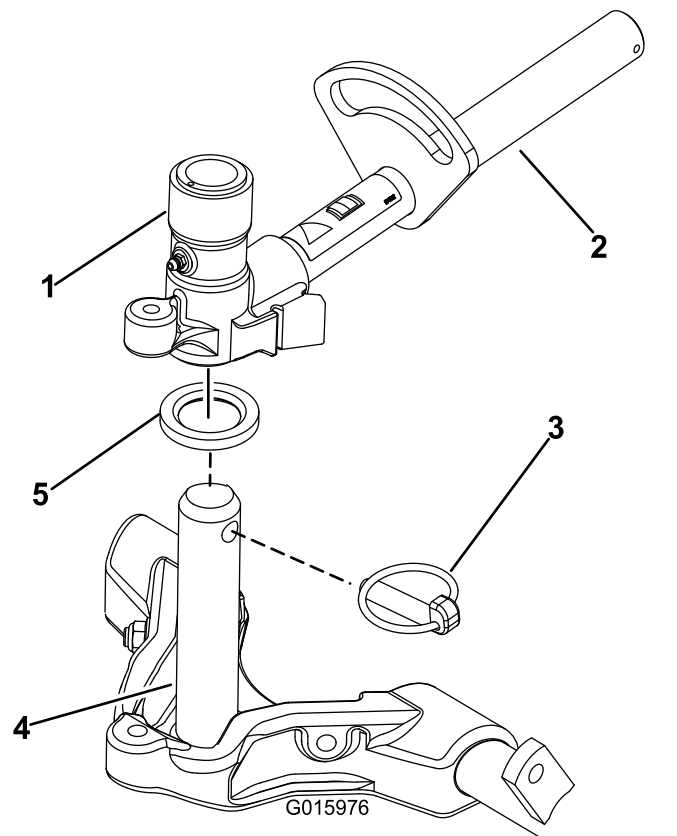

Figure 16
9. Enduisez l'arbre du bâti porteur de graisse propre (Figure 16).
10. Pour les unités de coupe avant, poussez une unité de coupe sous le bras de levage tout en insérant l'arbre du bâti porteur dans la chape de pivot du bras de levage (Figure 16). Positionnez correctement la rondelle de butée sur l'arbre du bâti porteur.
11. Fixez l'arbre du bâti porteur à la chape du bras de levage avec la goupille Klik (Figure 16).
- B. Insérez la chape du bras de levage sur l'arbre du bâti porteur (Figure 16).